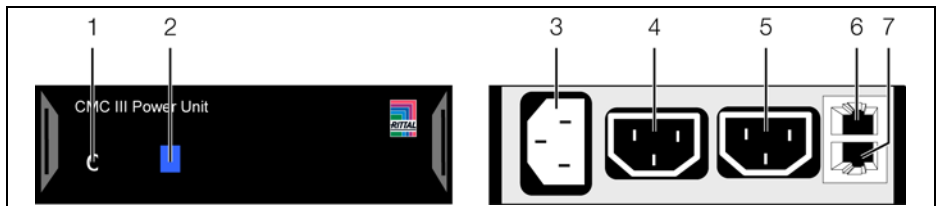

Рис. 3: Панель управления, штекеры и разъемы
Элементы управления и индикации показаны на рис. 3.
Обозначения на рис. 3
- К одному из двух выходов подходящим кабелем подключите питание внешнего потребителя, например, вентилятора (рис. 3, поз. 4, 5).
- Подключите кабель ко входу питания блока контроля питания, а также к сети питания (рис. 3, поз. 3).
- Соедините блок контроля питания кабелем CAN-Bus с СМС III PU или соседними элементами в шине CAN-Bus (рис. 3, поз. 6, 7).